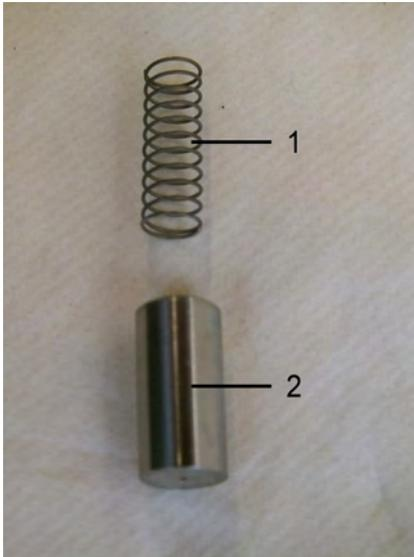

Abb. 38: Feder und Schwebekörper
5. → Feder (Abb. 38/1) und Schwebekörper (Abb. 38/2) als Innenteile des Strömungswächters